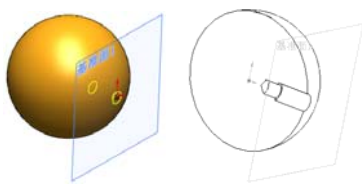

图 4-16 生成孔后的剖视图
7. 单击[孔位置]对话框中的[完成]按钮，完成孔的生成与定位，如图 4-16 所示。